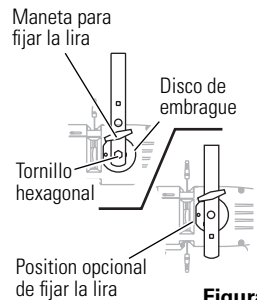

Figura 1
2. Ponga la luminaria en la posición deseada. Ver la **Figura 1**.